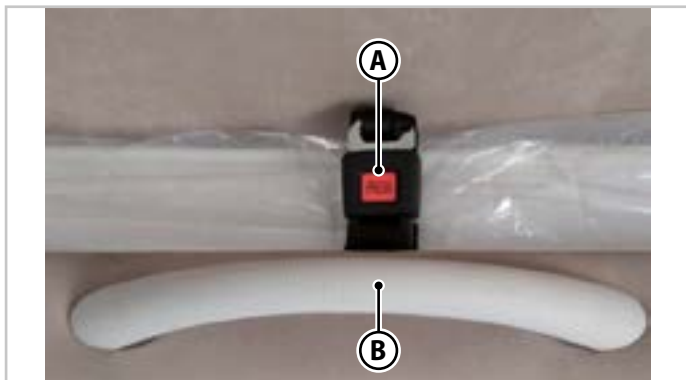

Fig.6.14 - Vipbar seng foran
1. Lås opp sikkerhetsanordningen (**A** - Fig.6.14).
2. Trykk på det aktuelle bevegelseshåndtaket (**B** - Fig.6.14) og før sengen til endeposisjon.
1. Trykk på det aktuelle bevegelseshåndtaket (**B** - Fig.6.14) og før sengen til endeposisjon.
2. Fest sengen igjen ved hjelp av sikkerhetsanordningen (**A** - Fig.6.14).